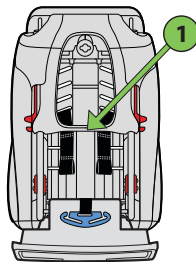

Figura 24
Pase el arnés de los hombros por debajo de la parte inferior de la funda del respaldo del asiento (1), como se muestra en la **figura 24**.